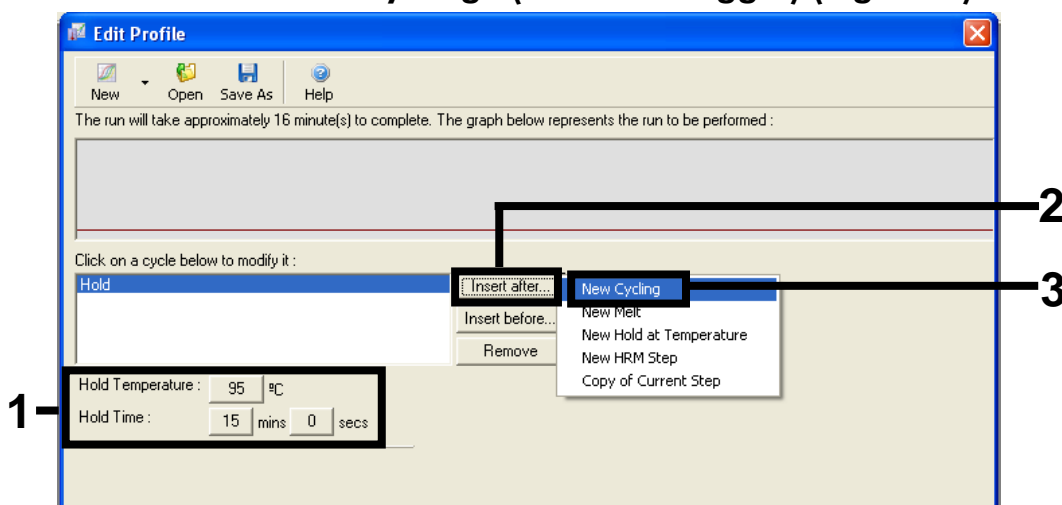

Figura 5. Fase di incubazione iniziale a 95°C.
8. Impostare 95°C per “Hold Temperature” (Temperatura di sospensione) e 15 minuti per “Hold Time” (Durata sospensione). Fare clic sul pulsante “Insert after” (Inserisci dopo), quindi selezionare “New Cycling” (Nuovo ciclaggio) (Figura 5).